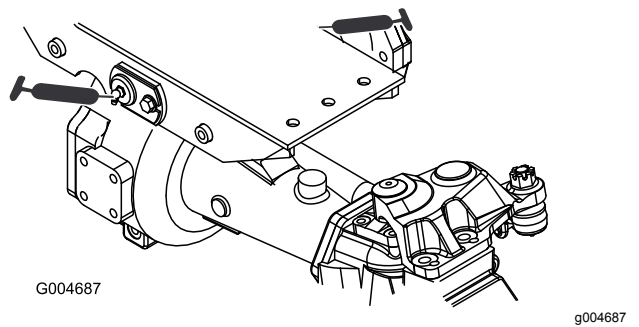

Figura 34
- Casquilhos da articulação do eixo dianteiro e traseiro (2) (Figura 34)